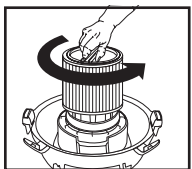

FIGURA 12
18. Para retirar el filtro para su limpieza, sostenga de nuevo la tapa del depósito y gire el retenedor del filtro en sentido contrario a las agujas del reloj para soltarlo y retirarlo. **FIGURA 12.**